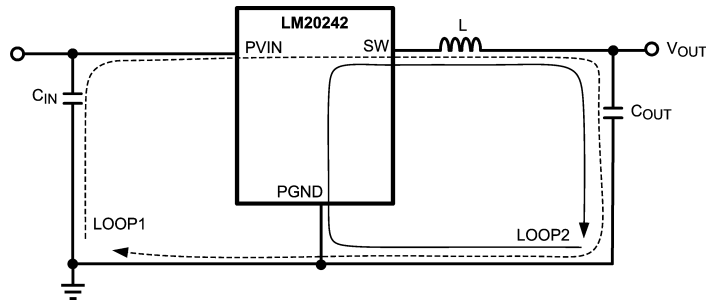

FIGURE 9. Schematic of LM20242 Highlighting Layout Sensitive Nodes
1. スwitchingされた電流ループの面積を最小限に抑えます。降圧型レギュレータには電流がきわめて高速にスイッチする 2 個のループが存在します。最初のループは入力コンデンサから始まり、レギュレータの VIN ピン、レギュレータの SW ピン、インダクタ、そして出力コンデンサおよび出力負荷につながる経路です。もう 1 つは、出力コンデンサのグラウンドから始まり、レギュレータの GND ピンを通して、インダクタから出力負荷へと至るループです (Figure 9 参照)。両方のループ面積を最小化するために、入力コンデンサを VIN ピンの可能な限り近くに配置してください。入出力コンデンサ両方は、表層のグラウンド・ポイントおよび露出パッド (EP) に接続してください。インダクタを SW ピンおよび出力コンデンサの可能な限り近くに配置してください。